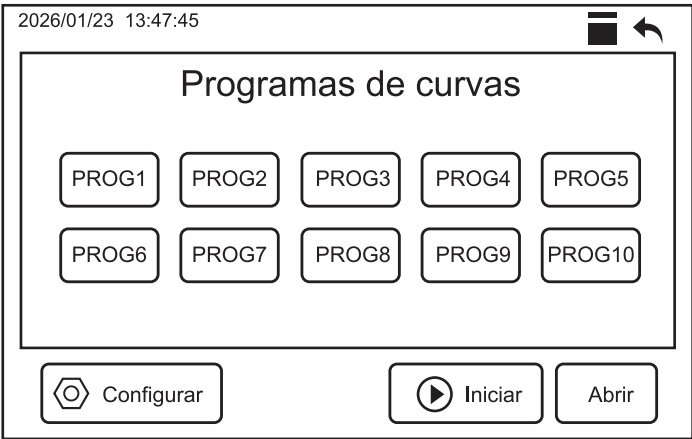
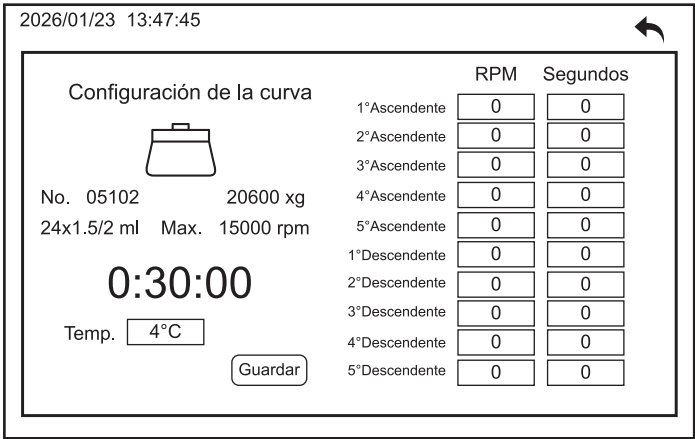

Figura 11.
Figura 12.
- b) Después, pulse en el botón “**Modo curva**” para abrir las ventanas de selección de programa de curva (Figura 11) y colocar los valores requeridos (Figura 12). Presione “**Guardar**” para almacenar los valores predefinidos.